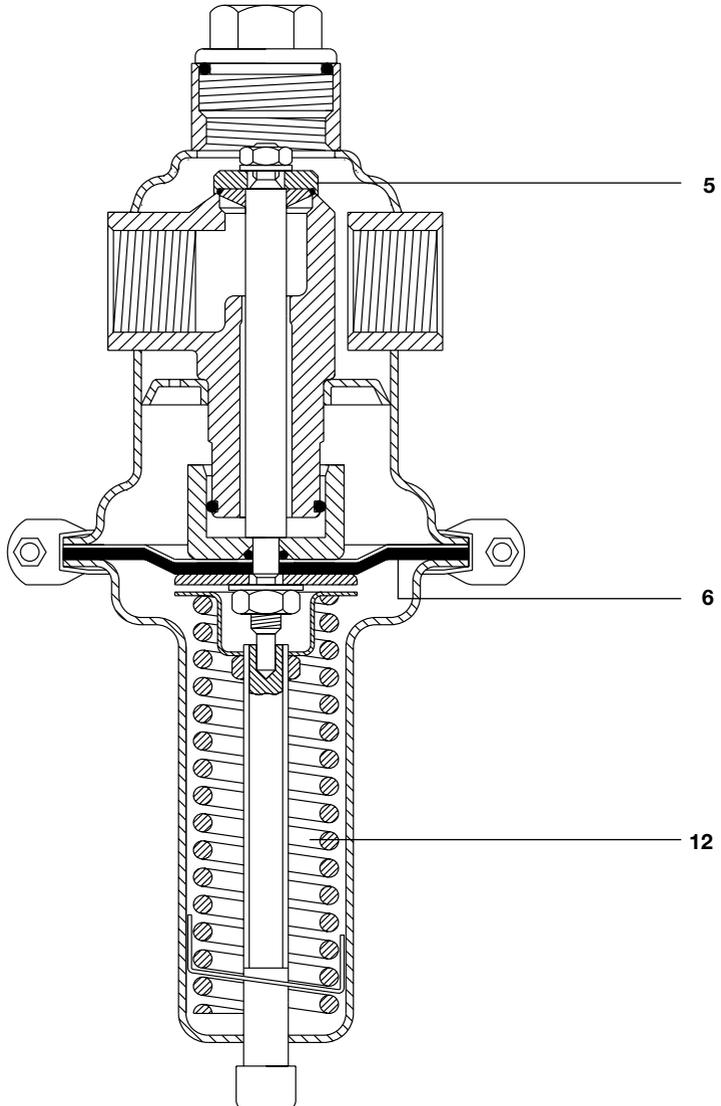

Fig. 2
5.2 Inspección/sustitución del diafragma y 'O' ring (ver Fig. 2)